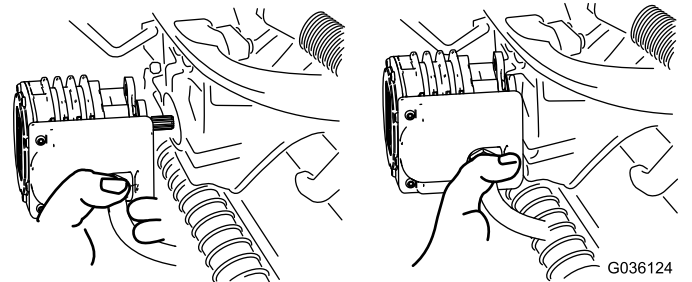

図 65
5. 外したモータは、サスペンションアームの前方にある一時保管位置にセットしておく **図 65**。